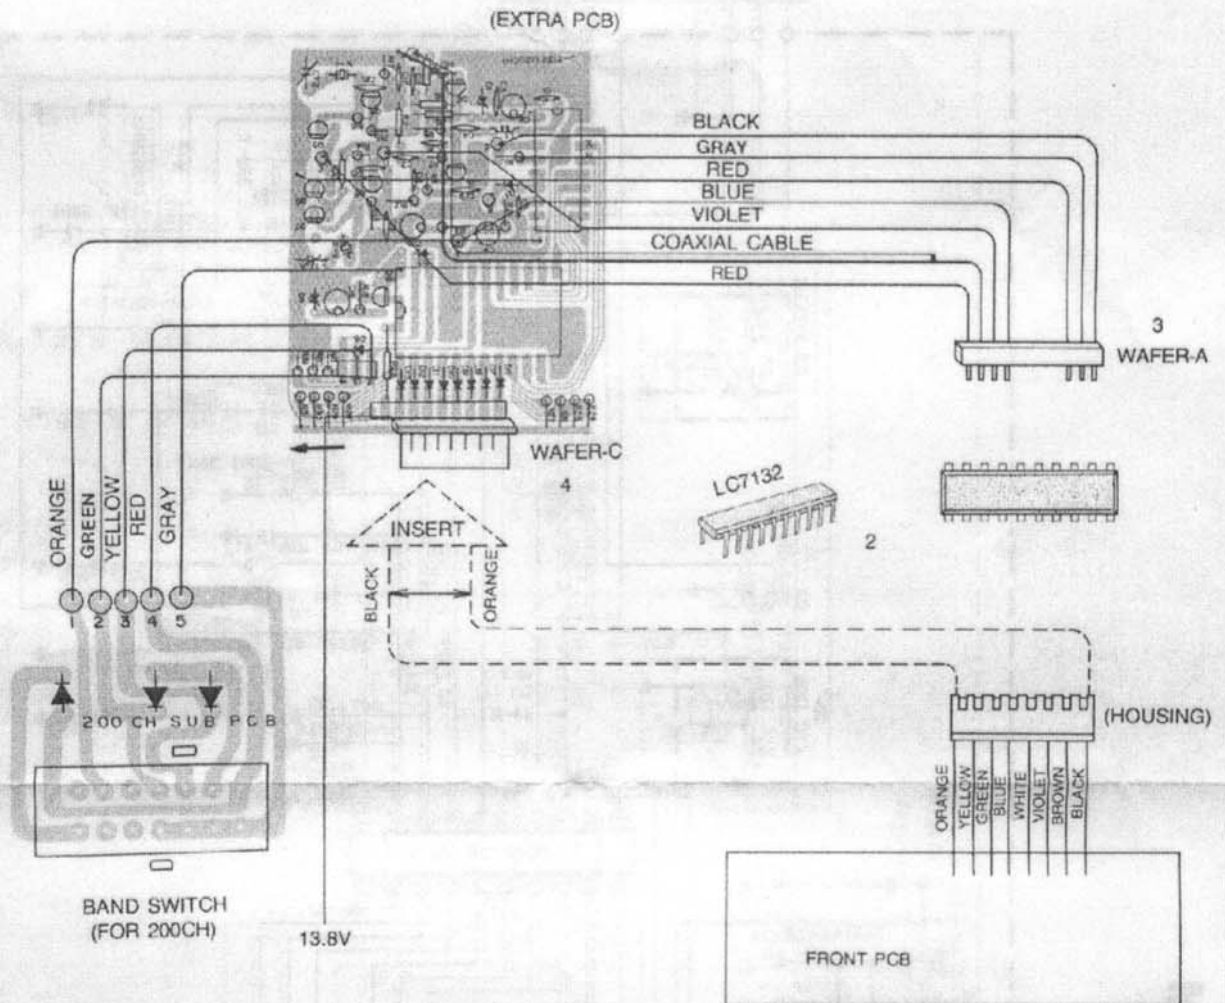

FIGURE 1
2. PULL OUT IC, LC-7132 FROM I.C. SOCKET, (FIGURE 1)
3. INSERT WAFER-A FROM EXTRA P.C.B TO IC SOCKET. TO INSERT IT CORRECTLY YOU MUST CHECK THE COLORS OF WIRE AS SHOWN IN PICTURE (RED WIRE AT LEFT END AND BLACK WIRE AT RIGHT END). (FIGURE 1)
4. PULL OUT THE HOUSING FROM WAFER (ON THE MAIN PCB) AND INSERT IT TO WAFER-C IN THE EXTRA P.C.B. (FIGURE 1)
- 3) Togliere il connettore della commutazione canali che collega il pannello frontale alla piastra madre e inserirlo nella basetta di modifica (Wafer C - FIG. 1).